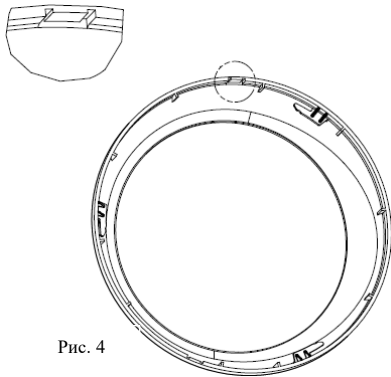

Рис. 4
7. На декоративном элементе с внутренней стороны есть отметки для вывода кабеля, в данном месте необходимо подготовить отверстие (рис.4). Для завершения установки, зафиксируйте декоративный элемент на основании.